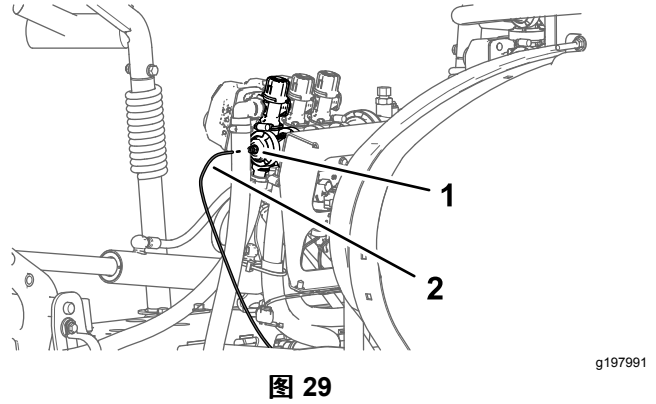

图 29
1. 按住右喷洒臂段阀端盖中的管子连接器锁环图29。
2. 从管子连接器中拉出仪表板仪表压力传感管图29。